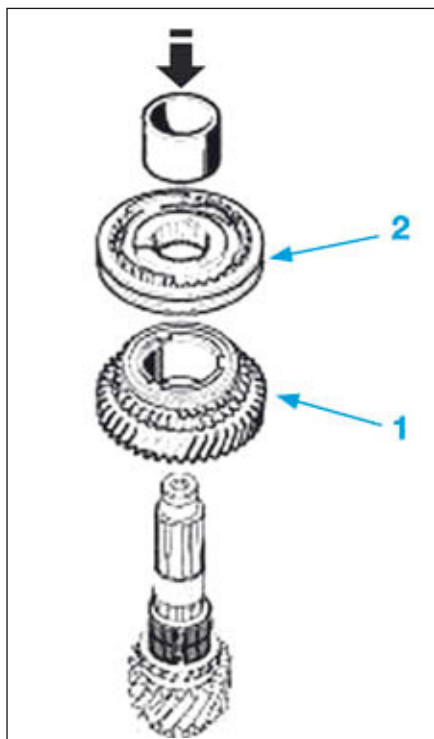

FIG.39
Le remplacement des pièces telles que les bagues sous pignons fou (1) (Fig.39) ou les moyeux baladeurs (2) nécessite une modification de calage dite par comparaison et décrite ci-après.